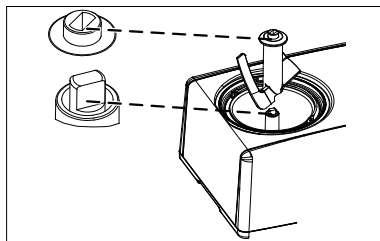

Fig. 3
- ▶ Antes del primer uso y de cualquier otro uso posterior, limpie todas las piezas sueltas (tapa (1), accesorio de batir (3) y otros accesorios), así como el recipiente (11) del aparato con un paño suave y un detergente lavavajillas usual en el comercio.
- ▶ Coloque el recipiente en la heladera sobre el eje de accionamiento (2).
- ▶ Inserte el accesorio de batir en el recipiente procurando que el accesorio encaje en el eje de accionamiento (véase **Fig. 3**).